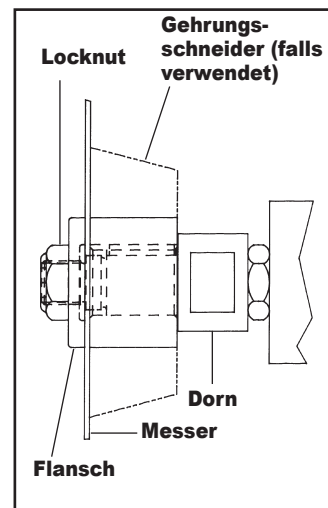

ABB. 3
- b. Langdorn (zum Schneiden und Abschrägen von PVC-Rohren) – Bauen Sie den Gehrungsschneider (kleine Kante gegenüber dem Motor) oder den Abstandhalter am Dorn (nur zum Schneiden) über dem Schlüssel am Dorn ein. Setzen Sie das Messer am Dornansatz mit  $\frac{5}{8}$ " (15,9 mm) Durchmesser (Abb. 3) ein. Bauen Sie den Flansch mit der entlasteten Seite zum Messer hin ein. Schrauben Sie anschließend die Gegenmutter auf. Ziehen Sie, während Sie einen Schraubenschlüssel (im Lieferumfang) an den  $\frac{7}{8}$  Flachseiten des Dorns angesetzt haben, die Gegenmutter des Dorns fest. Das Messer muss vollständig auf dem Dornansatz sitzen und bündig zu Gehrungsschneider oder Dornoberfläche liegen.